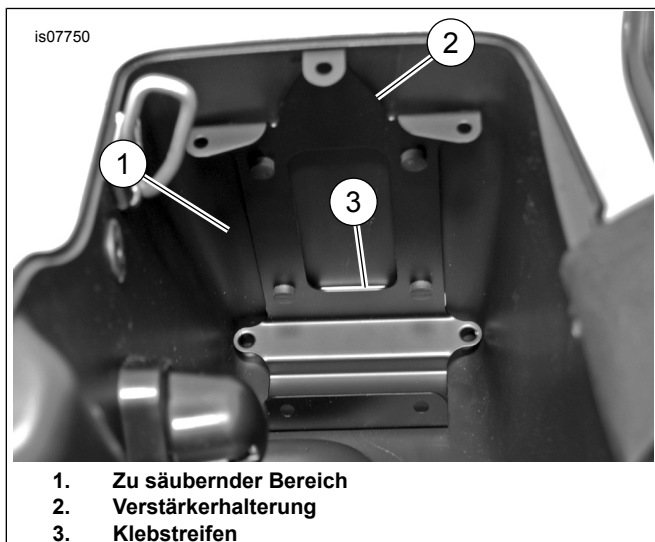

Abbildung 6. Einbau der Verstärkerhalterung
10. Siehe Abbildung 6. Die hinteren und unteren Innenflächen der Satteltasche mit einem 1:1-Gemisch aus Isopropylalkohol und destilliertem Wasser reinigen.